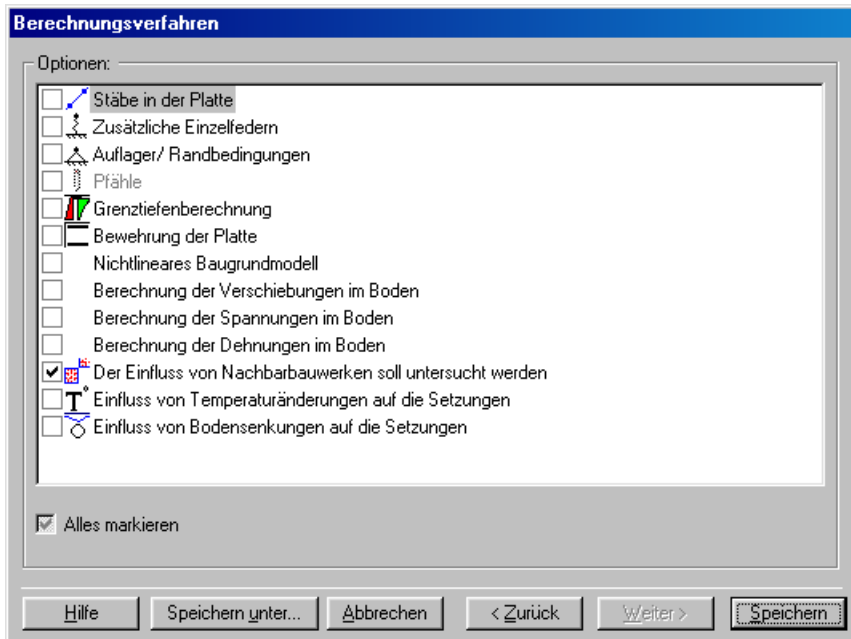

Bild 9-31 Optionsfeld "Optionen"
- Die letzte Form des Wizard-Assistenten enthält eine Liste von Optionen, Bild 9-31. In dieser Liste wählen Sie die Option "Der Einfluss von Nachbarbauwerken soll untersucht werden", dann auf "Speichern" klicken